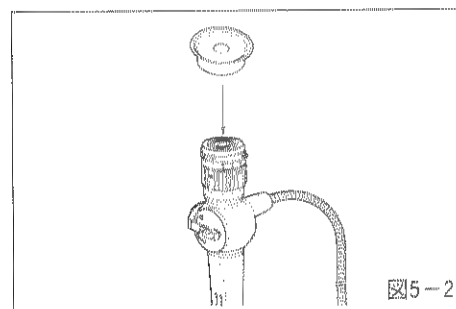

図5-2
- ① スコープの接眼部に図5-2のように真っすぐに押し付けるように取り付けます。
- ② 取りはずす場合は、アイシェードの下縁に指をかけて引き抜きます。